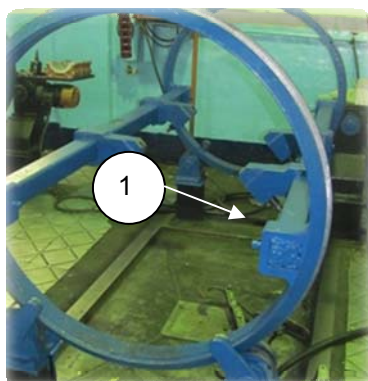
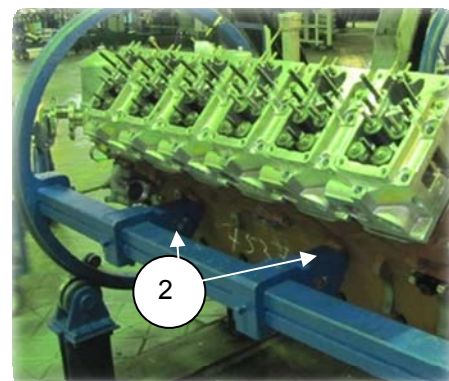

Рис. 2.34
Рис. 2.35
Установить подразобранный двигатель на стенд (1) (рис. 2.34) для разборки с помощью кран-балки и подвески, закрепить на стенде, ввернув 4 винта (2) в установочные отверстия блока цилиндров (рис. 2.35).